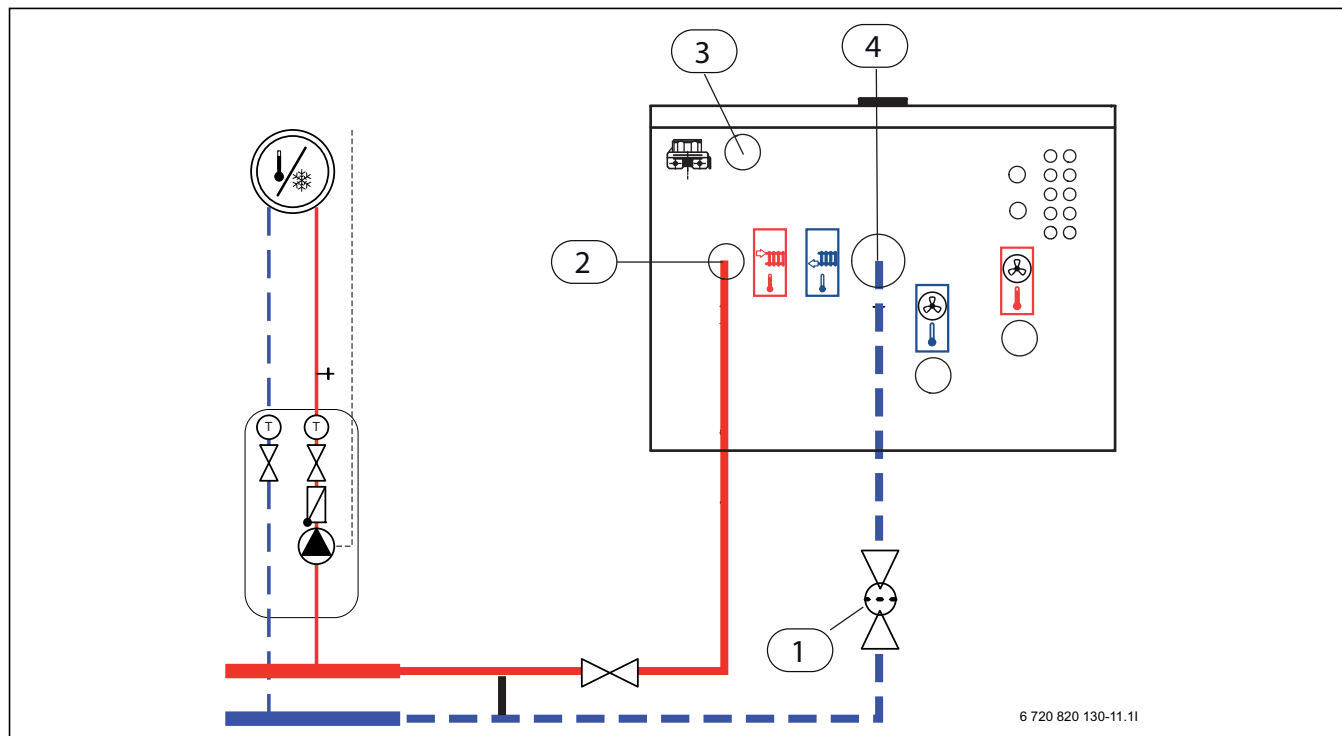

Fig. 38 Raccordement de l'unité intérieure avec chauffage d'appoint électrique AWE à la pompe à chaleur et l'installation de chauffage
- ▶ Poser l'écoulement de la soupape de surpression de [3], fig. 38, vers le bas dans une évacuation à l'abri du gel.
- ▶ Raccorder le retour de l'installation de chauffage à [4], fig. 38.
- ▶ Raccorder le départ vers l'installation de chauffage à [2], fig. 38.